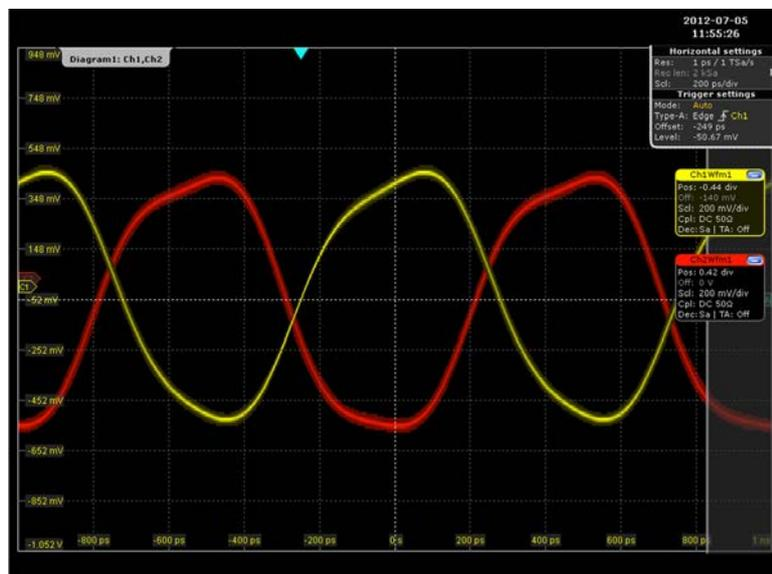

図 4. 1GHz のロジック信号に対する ADCLK948 のオシロスコープ出力、水平軸 : 200ps/DIV、垂直軸 : 200mV/DIV
4. ADCLK948/PCBZ の差動出力 OUT2 と OUT2 を高速オシロスコープに接続します。1GHz 出力の標準的な波形を図 4 に示します。